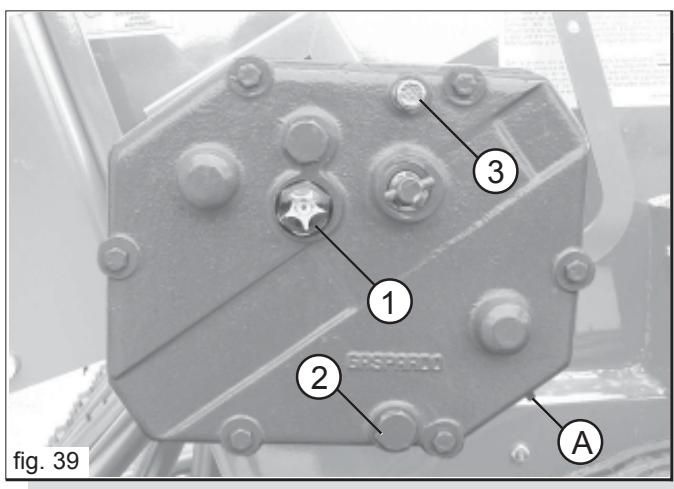

fig. 39
- Contrôler le niveau d'huile dans la boîte de vitesses, et remplir le cas échéant jusqu'au niveau prévu (1 Fig. 39). Pour cette opération, nous conseillons d'utiliser le même type d'huile (SAE 80W/90).
- bouchon vidange huile, 2 Fig. 39;
- bouchon remplissage huile, 3 Fig. 39.